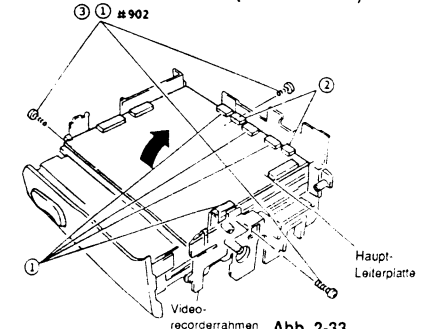
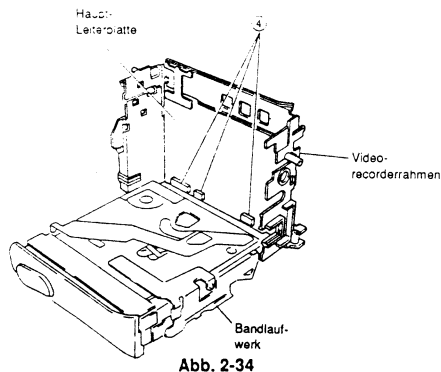

Abb. 2-33
Abb. 2-34
- 1) Vier (4) Flachkabel (CN112, CN602, CN905, CN907) von der Haupt-Leiterplatte abtrennen (siehe Abb. 2-33).
- 2) Zwei (2) Stecker (CN113, CN904) von der Haupt-Leiterplatte abtrennen.
- 3) Drei (3) Befestigungsschrauben des Videorecorderrahmens entfernen und den Videorecorderrahmen mit der Haupt-Leiterplatte in Richtung des Pfeiles öffnen.
- 4) Drei (3) Stecker (CN601, CN604, CN906) von der Haupt-Leiterplatte abtrennen und den Videorecorderrahmen mit der Haupt-Leiterplatte von dem Bandlaufwerk abnehmen (siehe Abb. 2-34).
- 1) Drei (3) Befestigungsschrauben des Videorecorderrahmens entfernen und den Videorecorderrahmen von dem Bandlaufwerk abnehmen (siehe Abb. 2-33).